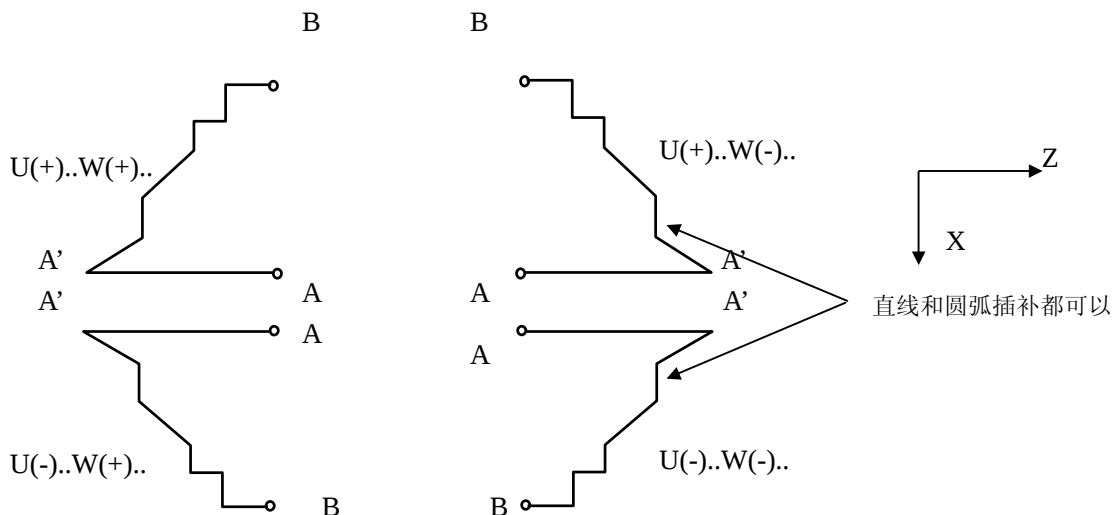

图 2-42 G72 代码轨迹的四种形状
- 根据切入方向的不同, G72代码轨迹有下述四种情况 (图2-42), 但无论哪种都是根据刀具平行X轴移动进行切削的, Δu 、 Δw 的符号如下图2-42。